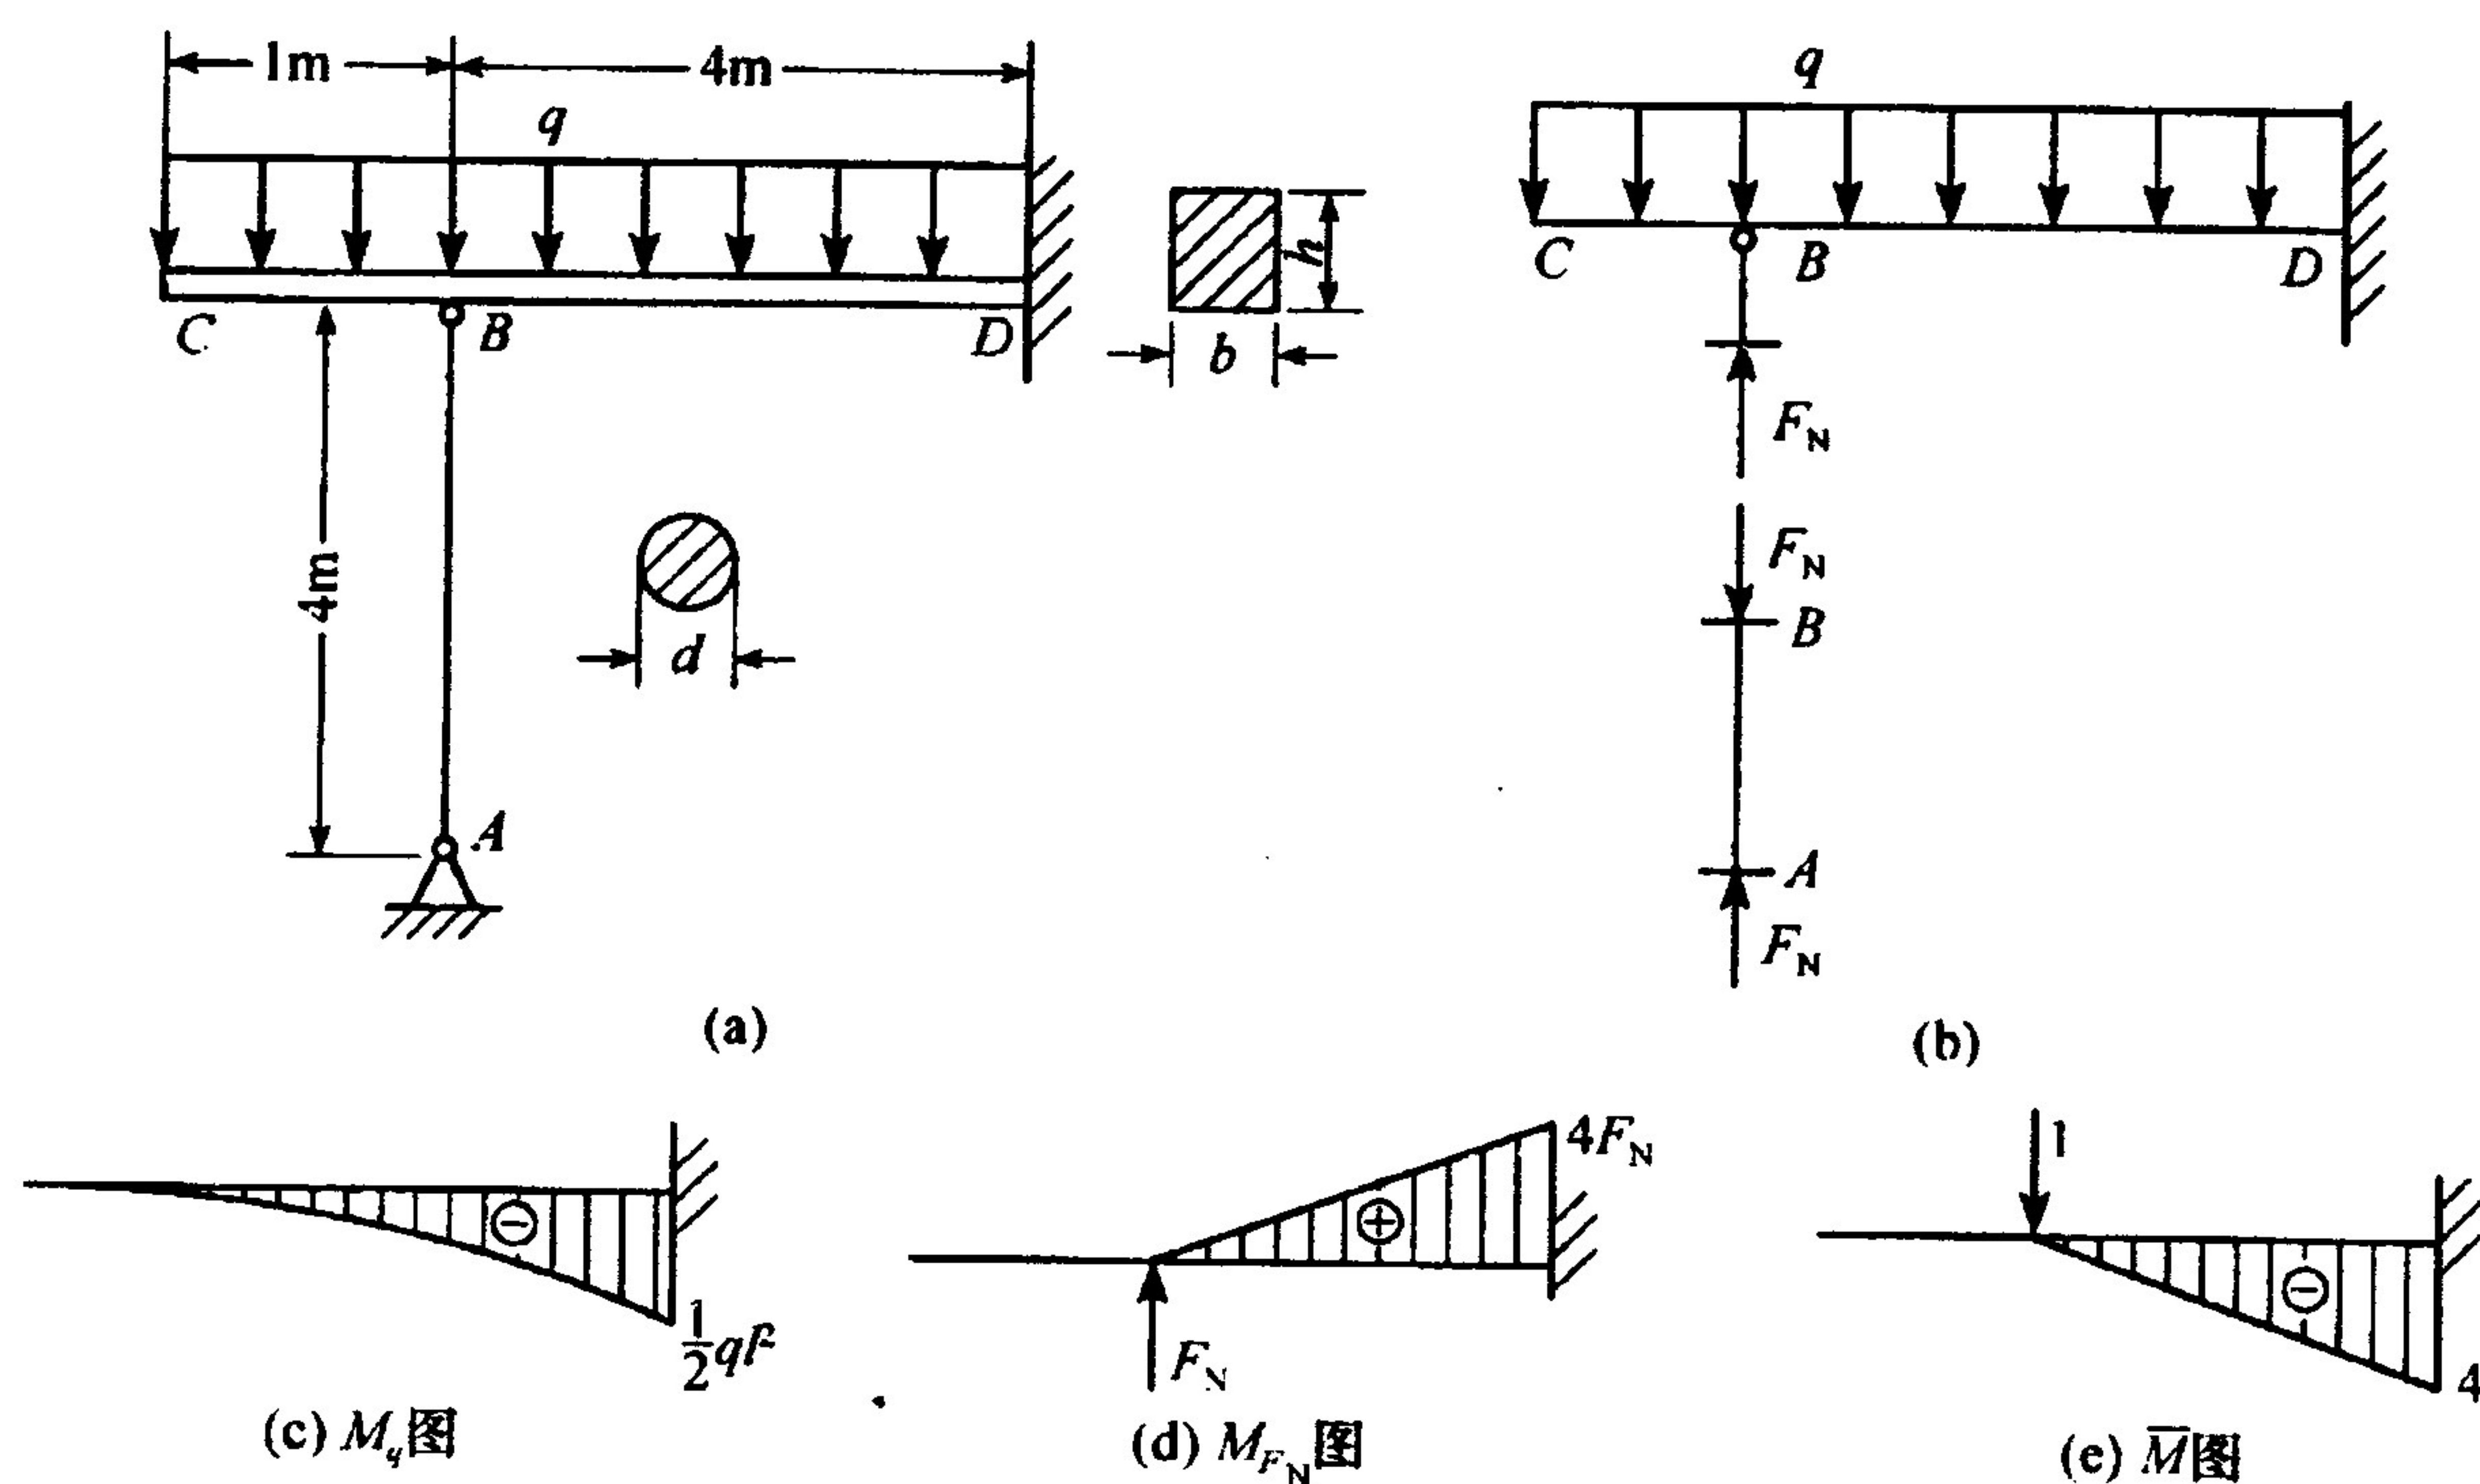

图 8.3
8.3 图 8.3(a)所示结构，分布载荷 $q=20\text{kN/m}$ ，梁的截面为矩形， $b=90\text{mm}$ ， $h=130\text{mm}$ ，柱的截面为圆形，直径 $d=80\text{mm}$ 。梁和柱的材料均为 Q235 钢， $E=200\text{GPa}$ ， $[\sigma]=160\text{MPa}$ ， $\sigma_p=200\text{MPa}$ ，规定稳定安全因数 $n_{st}=3$ 。试校核结构的安全性。(25 分)
(1) 求 AB 杆的轴力 F_N 。取相当系统如图 8.3(b)所示，其变形几何关系为在 q 、 F_N 作用下梁在 B 点的挠度应等于 AB 的缩短，即 $\Delta_{By} = \Delta_{Bq} + \Delta_{BF_N} = \Delta l_{AB}$
选用图乘法求 Δ_{By} ，作 M_q 、 M_{F_N} 、 \bar{M} 图如图 8.3(c)~(e)所示。图 8.3(c)、(e)相乘得